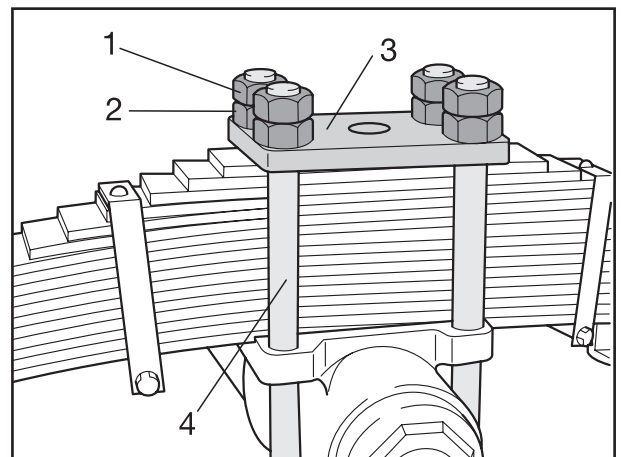

Fig. 8
- [16] Feder ablassen, Federbügel (Fig. 8/4) einsetzen, Platte (Fig. 8/3) auflegen. Muttern (Fig. 8/1) gleichmäßig und wechselseitig mit dem vorgeschriebenen Anziehdrehmoment festziehen und mit Kontennuttern (Fig. 8/2) sichern.
[16] Lower the spring, insert the trunnion U-bolts (Fig. 8/4), fit the top plate (Fig. 8/3). Tighten nuts (Fig. 8/1) uniformly and alternately to the specified torque and secure with lock nuts (Fig. 8/2).
[16] Détendre le ressort, placer la bride (fig. 8/4) et la plaque (fig. 8/3). Serrer les écrous (fig. 8/1) en alternance de manière uniforme aux couples de serrage prescrits et les bloquer à l'aide de contre-écrous (fig. 8/2).